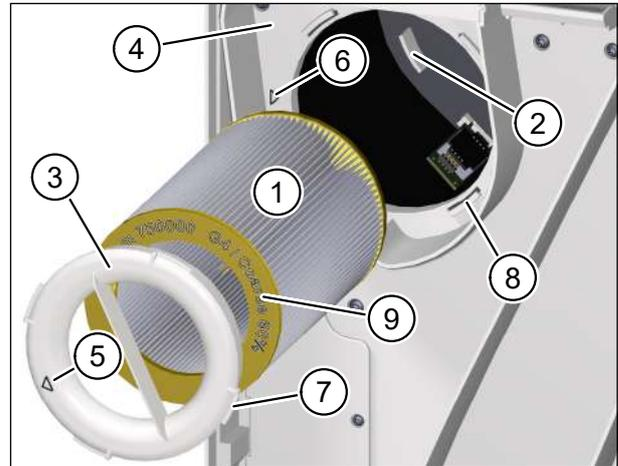

Abb. 16: Neuen Abluftfilter einsetzen
- ▶ Führen Sie den neuen Abluftfilter (Pos. 1 in Abb. 16) vorsichtig in das Lüftungsgerät ein.
- ▶ Achten Sie darauf, dass der Luftfilter in die 3 Haltenasen (Pos. 2 in Abb. 16) an der Rückwand des Lüftungsgerätes gleitet.
- ▶ Setzen Sie den Filterring (Pos. 3 in Abb. 16) auf den Abluftfilter auf. Achten Sie darauf, dass der Filterring plan auf der Zwischenplatte (Pos. 4 in Abb. 16) aufliegt.
- ▶ Drehen Sie den Filterring im Uhrzeigersinn, bis der Pfeil auf dem Filterring (Pos. 5 in Abb. 16) mit dem Pfeil der Arretierposition (Pos. 6 in Abb. 16) fluchtet. Achten Sie darauf, dass die 4 Nasen (Pos. 7 in Abb. 16) am Filterring in den Halterungen (Pos. 8 in Abb. 16) an der Zwischenplatte einrasten.
- Als Abluftfilter darf nur M-WRG-II FS, Art.-Nr. 750000, verwendet werden. Art.-Nr. und Luftfilterklasse sind auf der gelben Endscheibe des Luftfilters (Pos. 9 in Abb. 16) eingepreßt.